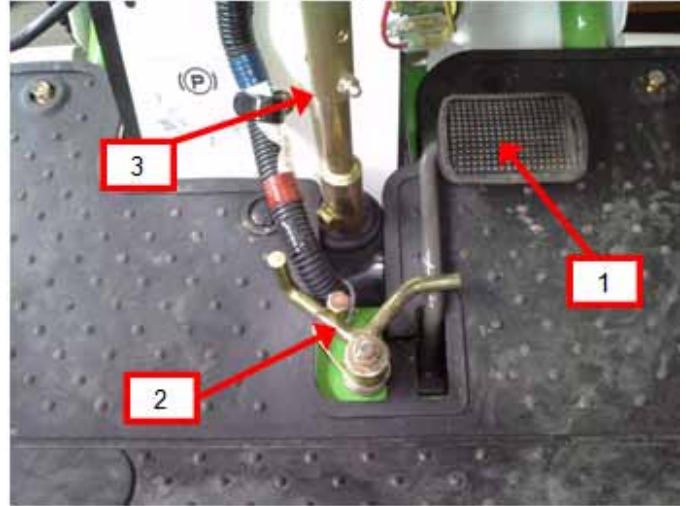

Bild 4
Das Bremspedal (Bild 4) wird in Gefahrensituationen oder als Parkbremse verwendet. Wenn das Bremspedal getreten wird springt der Geschwindigsregelhebel in seine Ausgangsposition zurück. Um die Bremse zu arretieren drücken sie das Bremspedal (1) und schieben den Aretierhebel (2) nach rechts. Um die Bremse zu lösen drücken sie das Bremspedal, der Aretierhebel springt in seine Ausgangsposition zurück
Die Höhe des Lenkrades kann mit einer Schraube eingestellt werden Lösen sie hierzu die Schraube (Bild 4, 3) und stellen die Höhe passend ein. Montieren sie die Schraube wieder. Das richtige Drehmoment entnehmen sie dem Kapitel Drehmomente in dieser Anleitung.